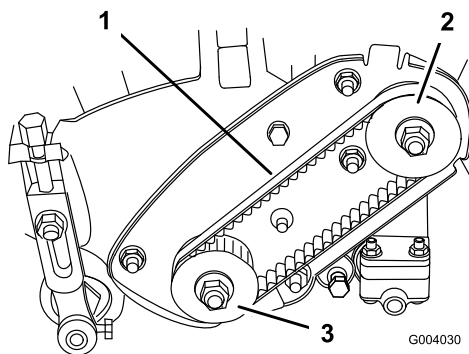

Figura 34
2. Verifique a pressão calcando a correia (Figura 34) até ficar entre o alternador e as polias, aplicando uma força de $2 \pm 0,5$ kg. A correia deve atingir um desvio de 4,8 a 7,9 mm. Se a deflexão for incorrecta prossiga para o passo seguinte.